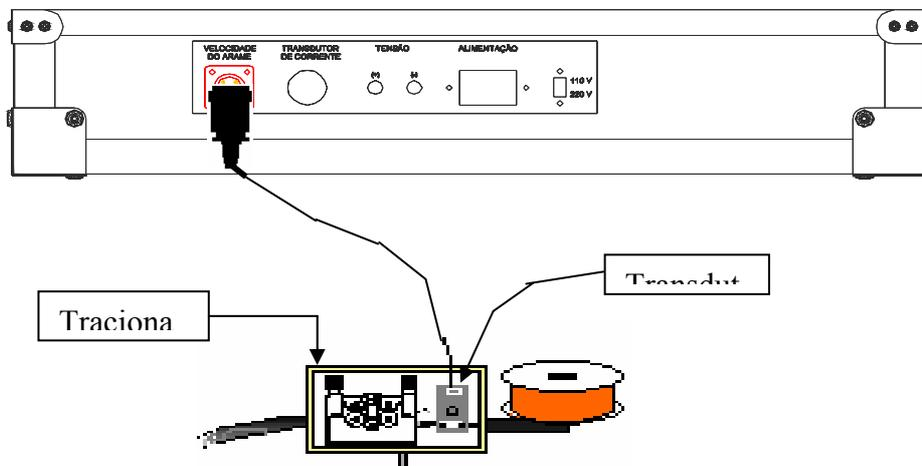

Fig. 6: Colocação do transdutor de velocidade de arame.
**3.3.3 - Velocidade do arame:** colocar o transdutor no arame, antes do tracionador, em uma posição que este não oscile ou se desloque facilmente. O sinal de saída é sempre positivo, independente do sentido de deslocamento do arame. Ver Fig. 6.